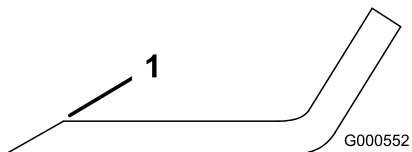

Рисунок 62
1. Заточите напильником режущую кромку на обоих концах ножа (Рисунок 62).
**Примечание:** Если нож не сбалансирован, удалите некоторое количество металла только с конца области загиба (Рисунок 62).